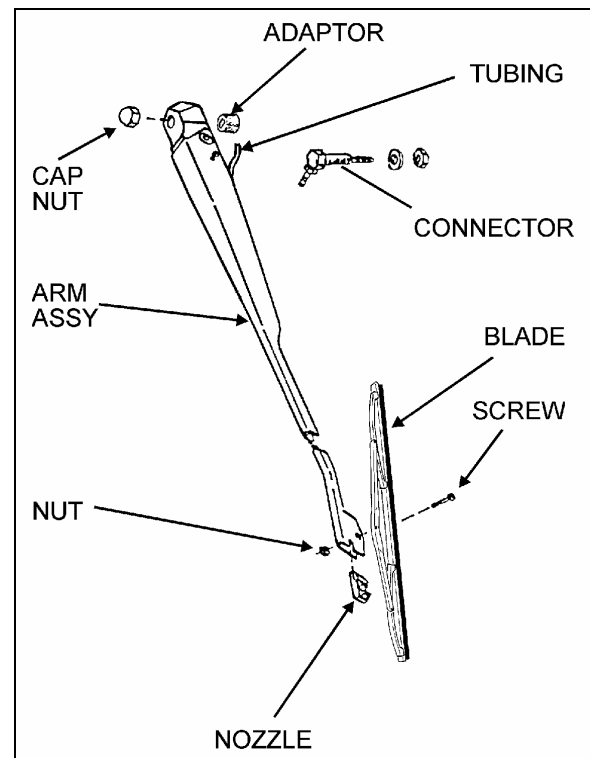

FIGURE 42: UPPER WINDSHIELD WIPER
2. Adjust rods length (Fig. 42).